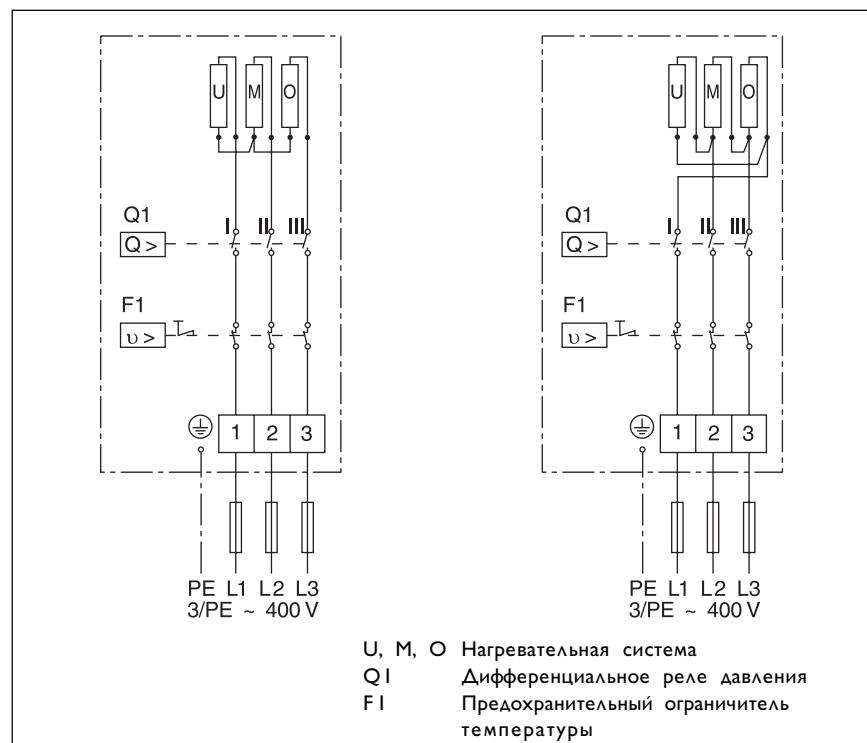

Рис. 5
**! Прибор должен быть подключен через предохранитель !** (см. рис. 5)
## Электрическое подключение (рис. 5, 6)
- подключите прибор согласно рис. 5 к клеммной коробке (поз. 9 на рис. 3) и к клеммнику проводки заземления (поз. 4 на рис. 3).